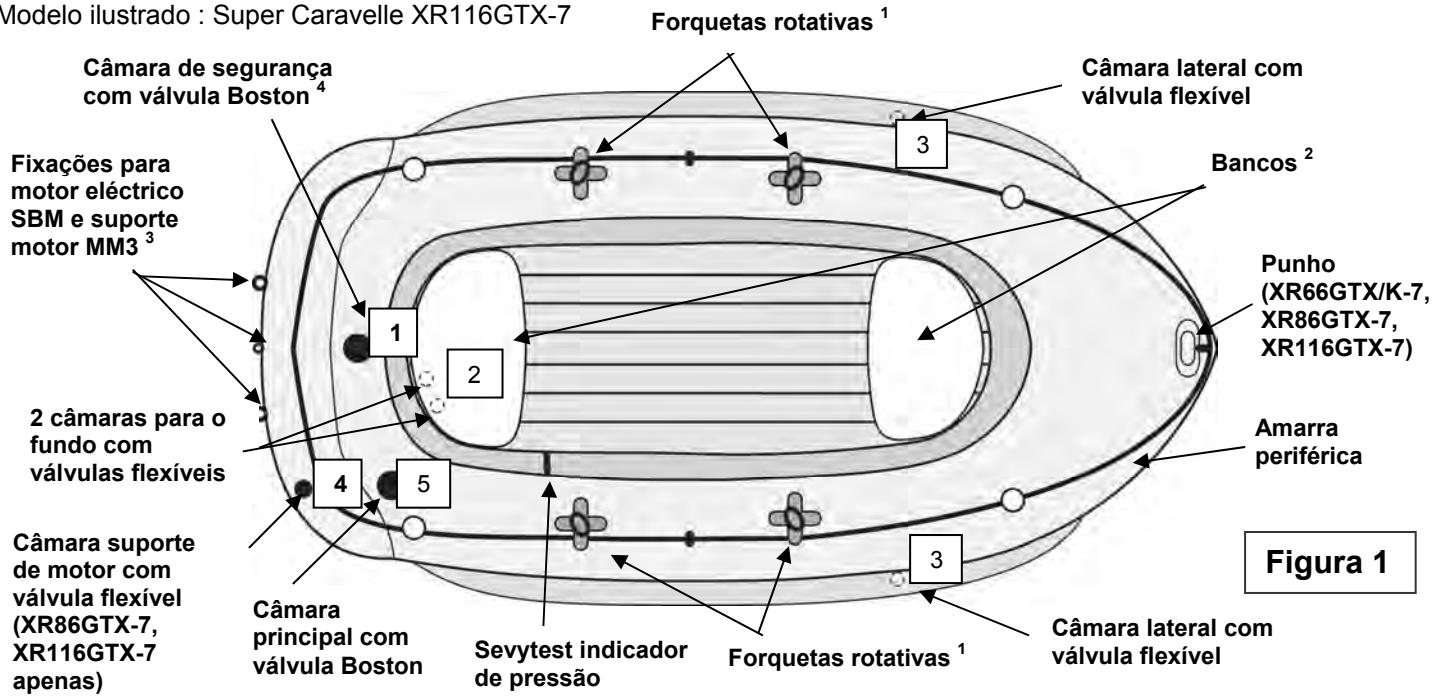

Figura 1
- a) Válvula(s) Boston (figura ao lado): desaparafuse a tampa da válvula (1), aparafuse o corpo da válvula (2) na base da válvula (3); mantenha esta a tampa acessível. Introduza a extremidade do tubo da bomba na válvula e encha até atingir o nível de pressão recomendado (ver ponto 3). Após o enchimento, fechar bem todas as válvulas com as suas tampas (nos sentido dos ponteiros do relógio). **N.B.:** uma ligeira fuga de ar antes do fecho das válvulas com as suas tampas é normal. Apenas a tampa das válvulas assegura a **ESTANQUIDADE**.
2. Encha o barco segundo a ordem de enchimento indicada na placa matrícula impressa no barco (ver também a figura 1, a numeração das válvulas).
3. Nível de pressão máxima: **a pressão de utilização deste produto é de: 0,06 bar (= 60 mBar). Não a ultrapassa.** O seu barco está equipado com um indicador de pressão Sevytest que permite verificar a pressão. Encher primeiro a câmara de segurança (ver figura 1) até à marca "A" do Sevytest e depois a câmara principal (ver figura 1) até à marca "B". **Sobrepressão:** esvazie até atingir o nível de pressão recomendado. **Baixa de pressão:** volte a encher ligeiramente. **N.B.:** acontece que o indicador de pressão SEVYTEST não regressa à sua posição inicial após enchimentos frequentes devido a um alongamento do PVC sob a influência da pressão de enchimento. Mas, ainda assim, pode verificar se ele está posicionado nos limites dos níveis de pressão recomendados.